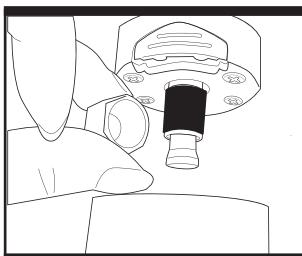
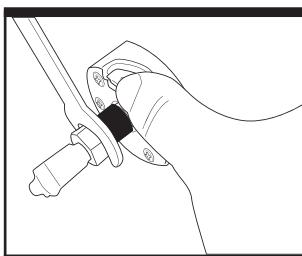

Fig. 3
Fig. 4
3. FITTING THE ROUTER BITS (Fig. 3 & Fig. 4)